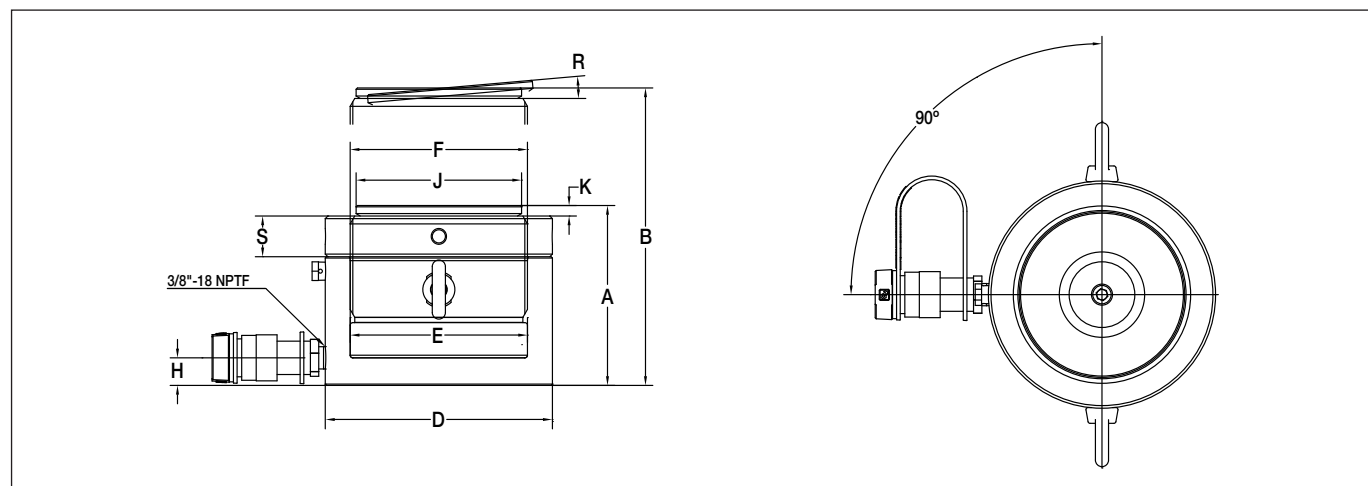

Figura 6, Dimensiones - serie LPL
11.1 Dimensiones - Imperial (véase figura 6)
11.2 Dimensiones - Métrico (véase figura 6)